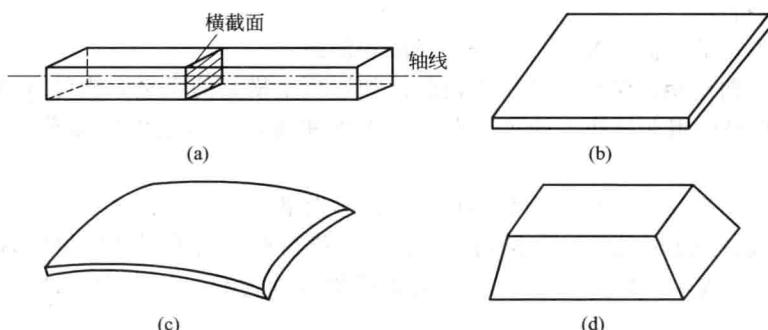

图 0-4 各种构件图
可以看出，工程构件形态各异，根据它们的主要几何特征，大致可分为杆、板、壳、块体四种，如图0-4所示。
(1) 杆系结构是由杆件组成的结构。杆件的几何特征是其长度远远大于横截面的宽度和高度。如图0-4(a)所示。轴线为直线的杆称为直杆；轴线为曲线的杆称为曲杆。横截面尺寸相同的直杆称为等直杆，横截面尺寸不相同的杆称为阶梯杆。
(2) 薄壁结构 由薄板或薄壳构成。板或壳的几何特征是其厚度远远小于另两个方向的
尺寸。如图 0-4(b) 所示为板，图 0-4(c) 所示为壳。
(3) 实体结构 由块体构成。块体的几何特征是三个方向的尺寸相近，基本为同一数量级。如图 0-4(d) 所示。